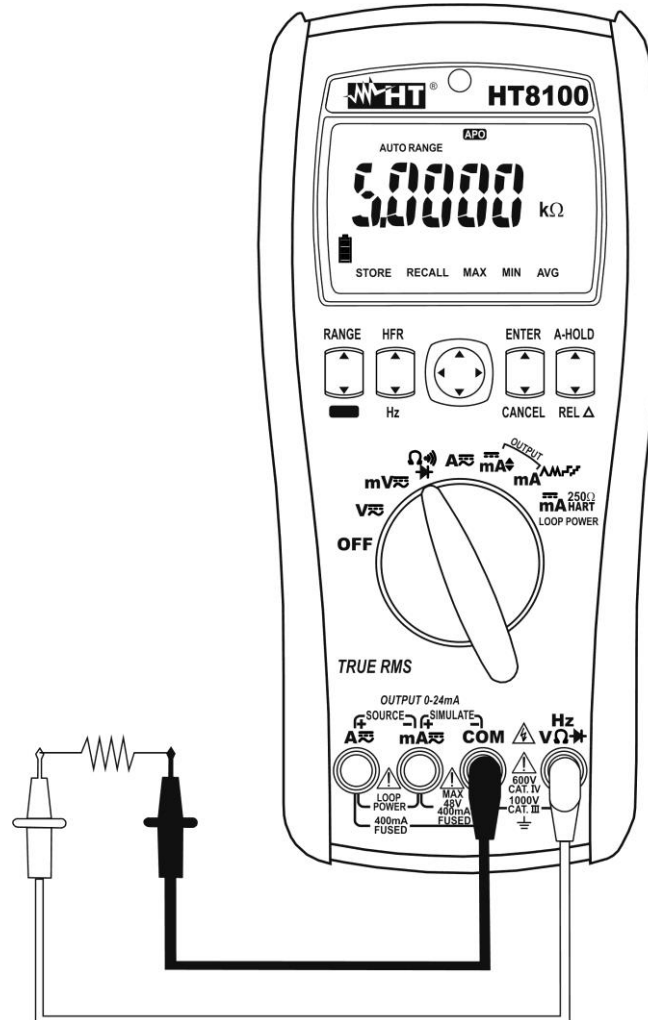

Fig. 6: Uso dello strumento per misura di Resistenza e Test Continuità
3. Inserire il cavo rosso nel terminale di ingresso **HzVΩ** $\rightarrow$ e il cavo nero nel terminale di ingresso **COM** (vedere Fig. 6)